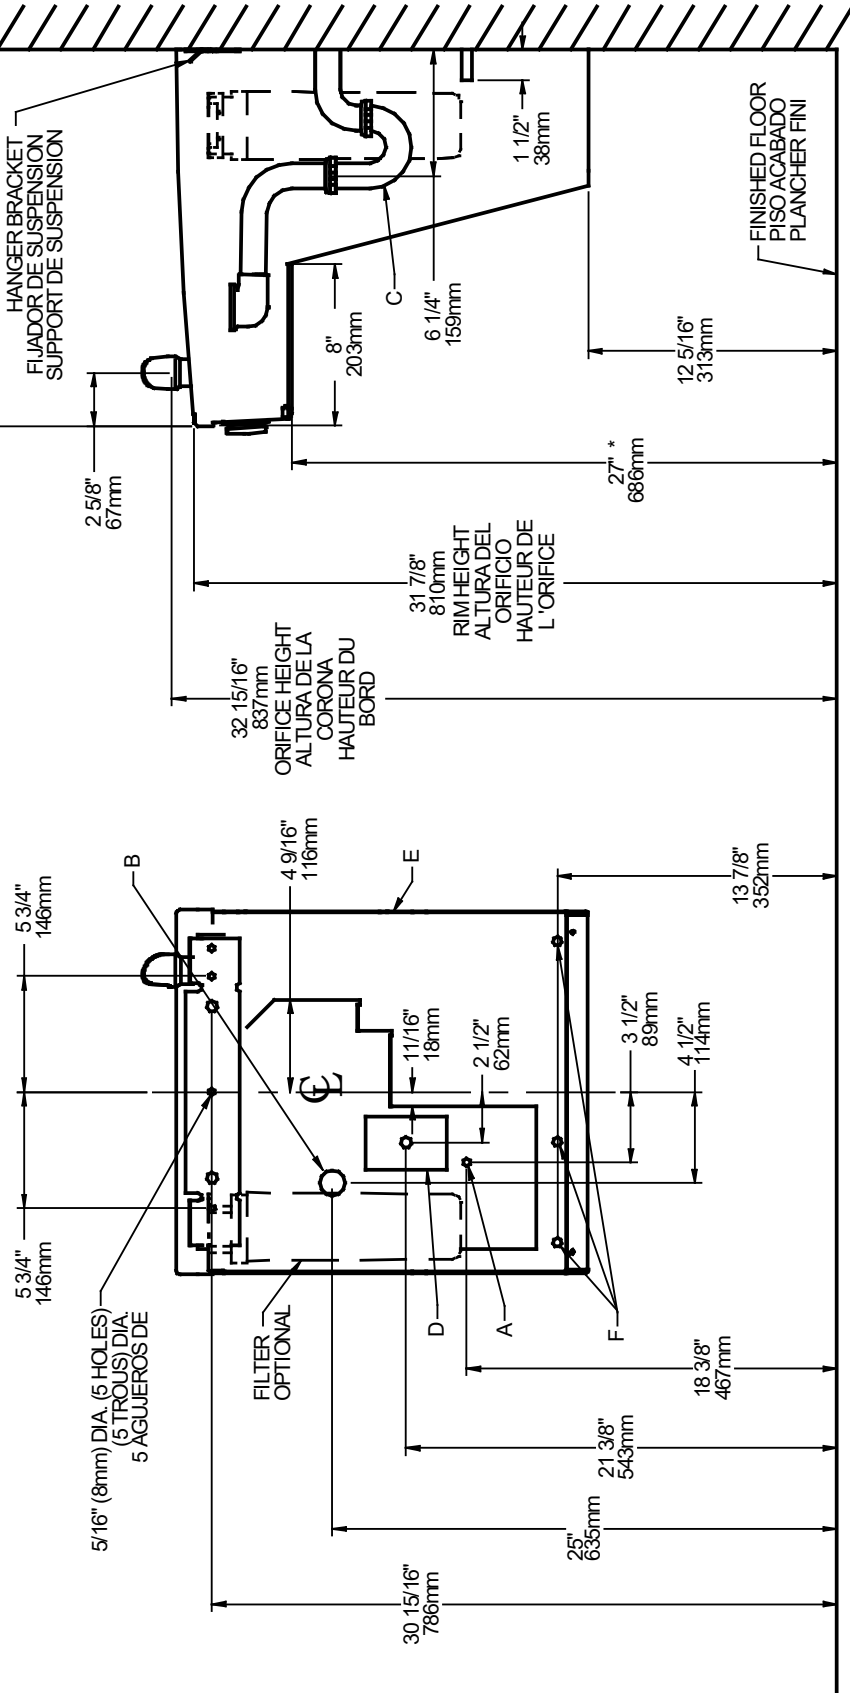

Fig. 2
- 1) Remove hanger bracket fastened to back of cooler by removing one (1) screw.
- 2) Mount the hanger bracket and trap as shown in Figure 2.
- 4) Hang the cooler on the hanger bracket. Be certain the hanger bracket is engaged properly in the slots on the cooler back as shown in Figure 2.
- 5) Loosen the two (2) screws holding the lower front panel at the bottom of cooler base and two (2) screws at the top (**Use torx bits sold separately**). Remove the front panel and set aside.
- 7) Remove the slip nut and gasket from the trap and install them on the cooler waste line making sure that the end of the waste line fits into the trap. Assemble the slip nut and gasket to the trap and tighten securely. Recommend fastening cooler to wall using 5/16 bolt holes, (see fig.2, "F").
- 1) Quite el fijador de suspensión sujetos a la parte posterior del enfriador quitando un (1) tornillo.
- 2) Monte el fijador de suspensión y quite el purgador como se muestra en la Fig.2.
- 5) Afloje los dos (2) tornillos que sostienen la parte inferior del panel en la parte inferior de la base del enfriador y los dos (2) tornillos en la parte superior (**Utilice los pedacitos torx vendidos por separado**). Quite el panel frontal y póngalo a un lado.
- 7) Saque la tuerca deslizante y empaquetadura del colector e instálelos en la manquera de residuos de la nevera, asegurándose que el extremo de la manquera encaje en el colector. Coloque la tuerca deslizante y la empaquetadura en el colector y apriete firmemente. Recomendé el refrigerador de la cerradura para emparedar usando 5/16" agujeros de perno, (véase fig. 2, "F").
- 1) Retirez le support de suspension à l'arrière du refroidisseur en enlevant une (1) vis.
- 2) Installez le support et le siphon tel qu'indiqué à la fig. 2.
- 4) Installez le refroidisseur sur le support en vous assurant que ceux-ci sont bien installés dans les fentes à l'arrière du refroidisseur tel qu'indiqué à la figure 2.
- 5) Dégagez les deux (2) vis retenant le panneau inférieur avant au bas de la base du refroidisseur ainsi que deux (2) vis sur le dessus (**Employez le peu Torx vendu séparément**). Retirez le panneau avant et mettez-le de côté.
- 7) Retirez l'écrout couissant et le joint du siphon et les installer sur la conduite de vidange de la fontaine en s'assurant que l'extrémité de la conduite de vidange s'ajuste dans le siphon. Assemblez l'écrout couissant et le joint sur le siphon et serrer fermement. Recommandez le refroidisseur d'attache pour murer utilisant 5/16" ; trous de boulon, (voir la fig. 2, " ; F" ;).